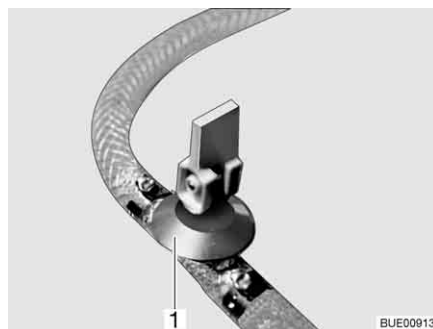
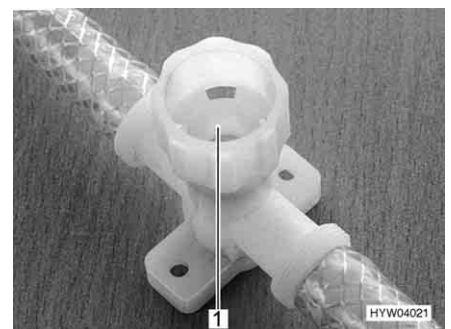

Bild 185 Avtappningskran (med vipparm)
Bild 186 Avtappningskran (med vred)
- Stäng alla utloppsventiler. Ställ för detta avtappningskranens vipparm (Bild 185,1) vågrätt eller vrid avtappningskranens kran (Bild 186,1) medurs.